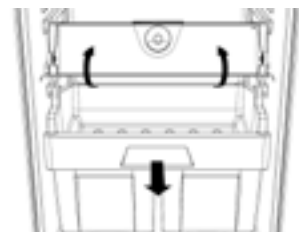

Abb. 1
1. Entfernen Sie die Fachschublade (Abbildung 1).